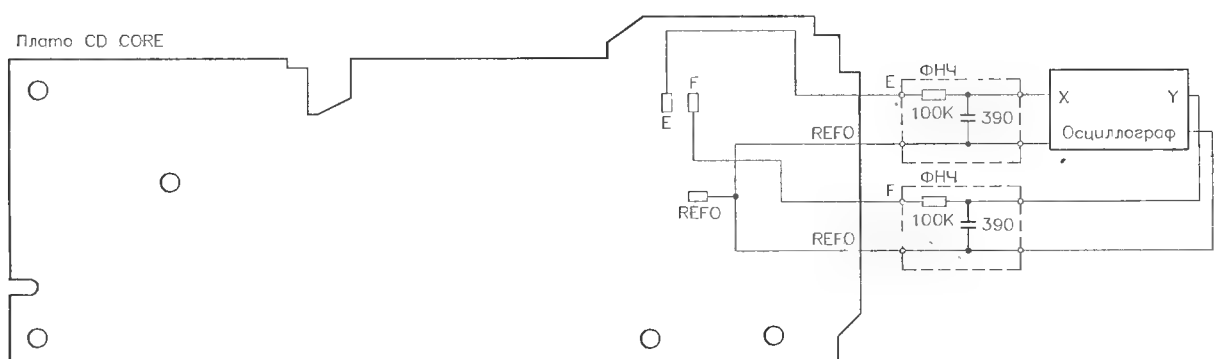

Рис. 3.10. Схема подключения осциллографа
1. Подключить осциллограф к контрольным точкам E, F, REFO платы CD CORE через ФНЧ в соответствии с рис. 3.10. Включить осциллограф в режим наблюдения фигур Лиссажу.